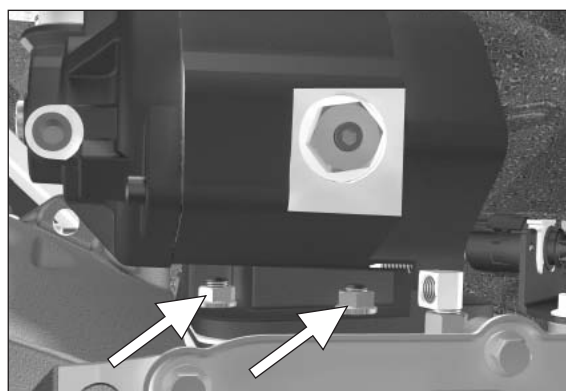

Figura 14
15. Instale las dos tuercas autobloqueantes inferiores. En estos momentos **NO** apriete los conectores. (Figura 14)